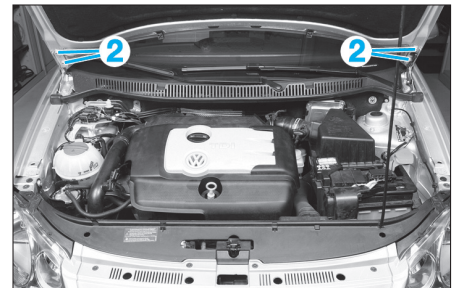

Fig. 13
• A l'aide d'un second opérateur, déposer les vis de fixation (2) (Fig.13).